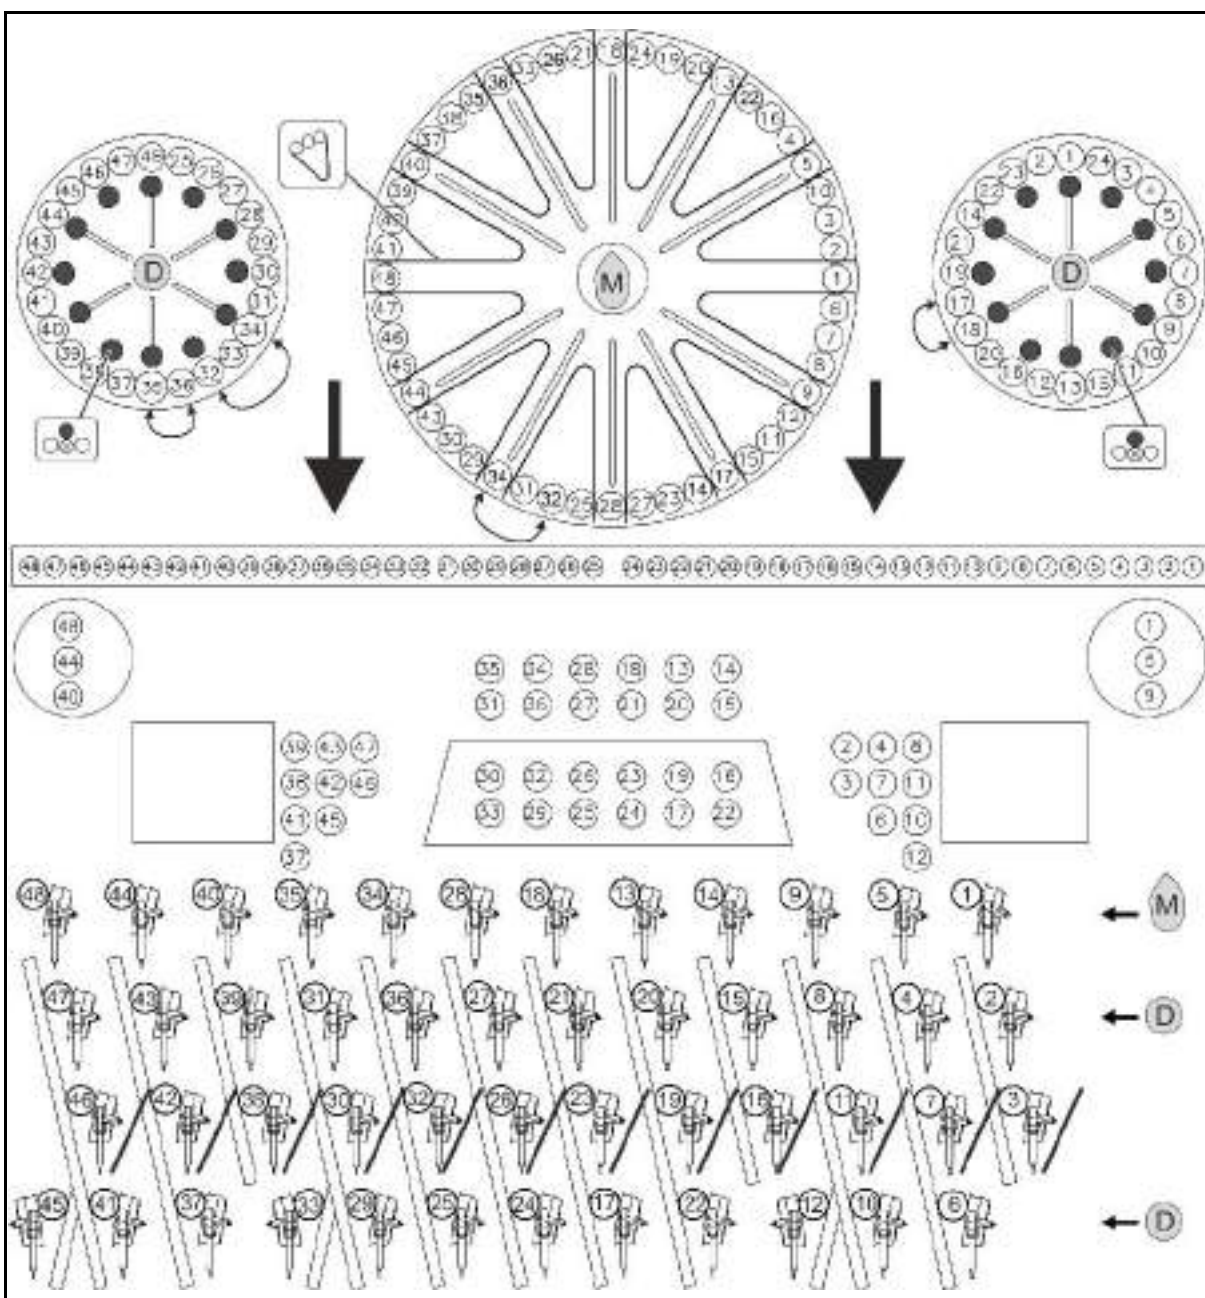

Рис. 31
- Кукуруза **M**: установите заслонки согласно Рис. 31.
- Удобрения **D**: установите заглушки согласно Рис. 31.